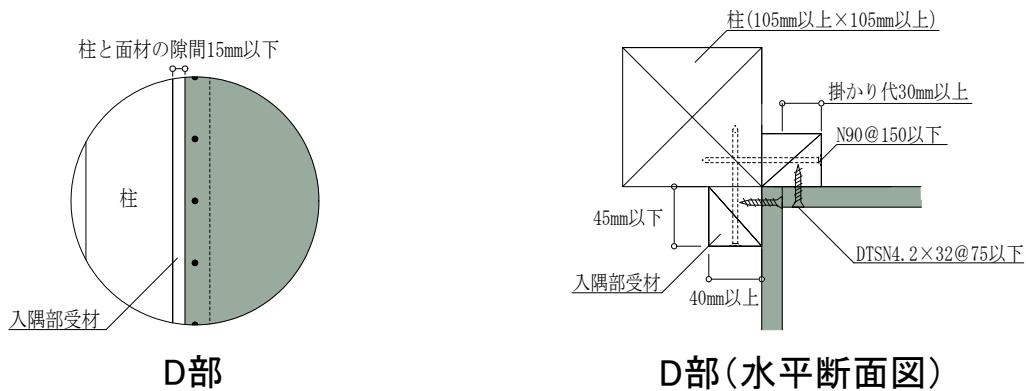

図7 床勝ち入隅仕様 (FRM-0738 : 2.8倍) 施工概略図 (2Pの場合)
施工においては、図7および注意事項に記載の内容を遵守してください。
- ・THHT ネクストは、原則 1 枚張りとします。縦継ぎ張りについては、P30 「⑦縦継ぎ張りについて」をご確認ください。
- ・図7は2Pの施工例となっておりますが、1Pの場合も耐力壁とできます。